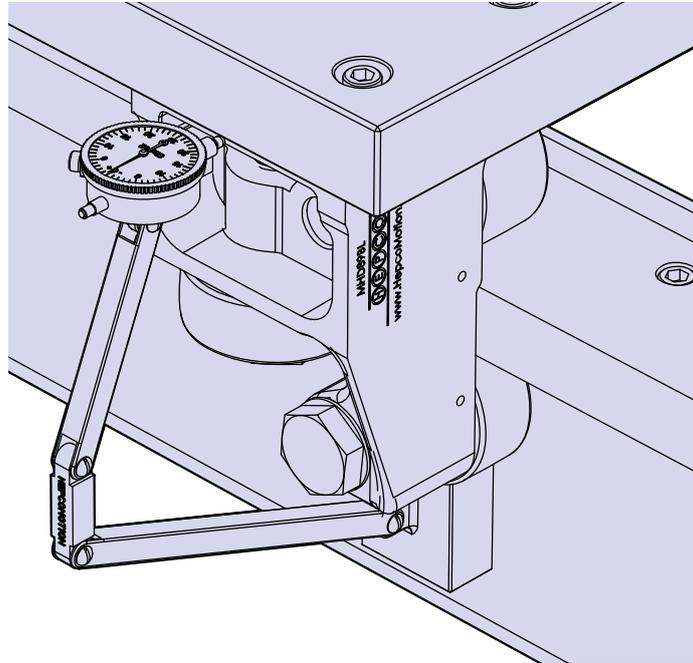

Abb. 6
19. Überprüfen der Laufwagenausrichtung (siehe Abb. 6): Fahren Sie den Laufwagen mit einer Messuhr der gesamten Schiene entlang. Messen Sie die Abstände der Bezugskanten der Lagerblöcke zur Schiene und untereinander und stellen Sie sicher, dass alle parallel laufen. Ist dies nicht der Fall, muss das System erneut eingestellt werden.